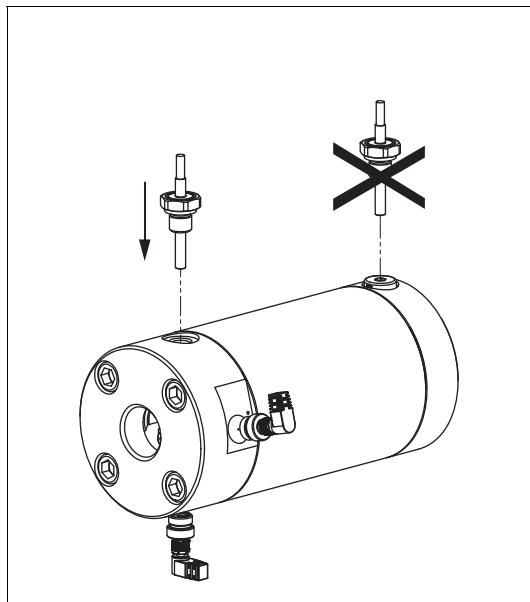
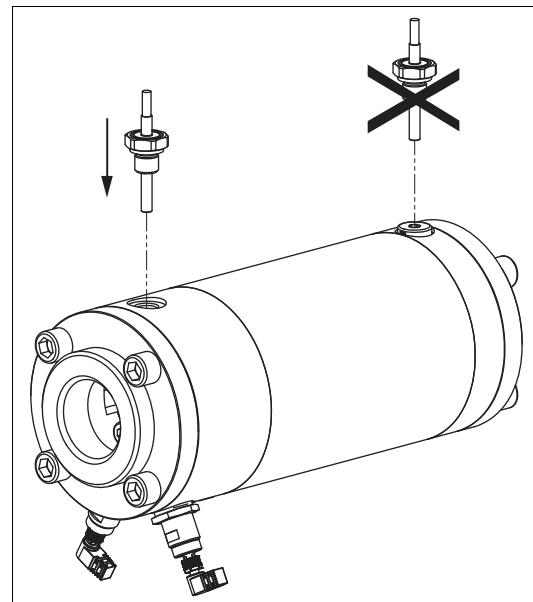

Fig. 5 Emplacement de montage EET
Fig. 6 Emplacement de montage EET
- ▶ Sélectionner un emplacement de montage correct, voir Fig. 5, page 14 et voir Fig. 6, page 14.